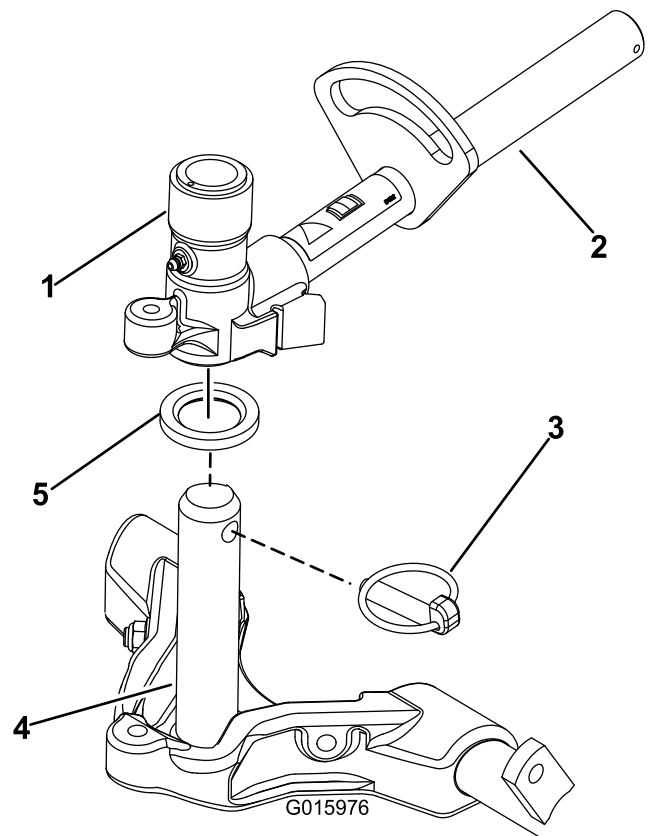

Bild 16
9. Schmieren Sie den Trägerrahmen mit sauberem Schmiermittel ein (Bild 16).
10. Frontschneideeinheiten: Schieben Sie eine Schneideinheit unter den Hubarm und schieben Sie gleichzeitig die Trägerrahmenwelle in das Gelenkjoch des Hubarms (Bild 16). Stellen Sie sicher, dass die Druckscheibe auf der Trägerrahmenwelle positioniert ist.
11. Befestigen Sie die Trägerrahmenwelle mit dem Einraststift am Hubarmjoch (Bild 16).
- B. Setzen Sie das Hubarmjoch in die Trägerrahmenwelle ein (Bild 16).